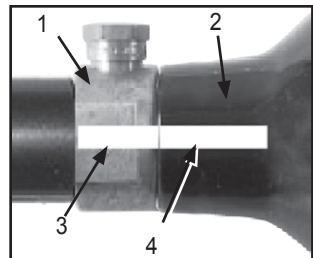

Figure 9: Bouteille et valve marquées
La valve plaquée au laiton ou au nickel (figure 9, #1) doit être branchée en permanence au cylindre d'air ou de CO₂ (2).
Voir figure 9. Des accidents ont été rapportés provoqués par des joueurs dévissant sans savoir le cylindre (2) de la valve du cylindre (1). Ceci se produit lorsque le joueur pense dévisser tout l'ensemble valve-cylindre de l'adaptateur d'air du lanceur de paintball alors qu'en réalité, il dévisse le cylindre de la valve de cylindre.
4. Regardez les marques sur le cylindre et la valve du cylindre (comme illustré à la figure 9 de la page 11) lorsque vous tournez le cylindre d'environ $\frac{3}{4}$ de tour dans le sens antihoraire. Ceci permet à la valve d'axe de l'alimentation d'air de se fermer et à l'air d'entrer dans le lanceur.